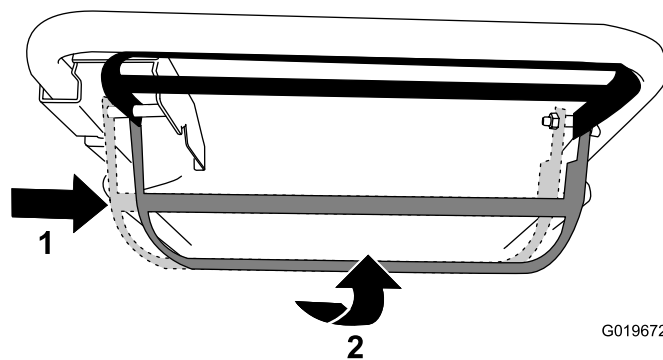

Figura 17
- **Per utilizzare la trazione automatica e inserire la lama:** Spostate la barra di comando della lama completamente a destra e sollevatela verso la stegola (Figura 17).